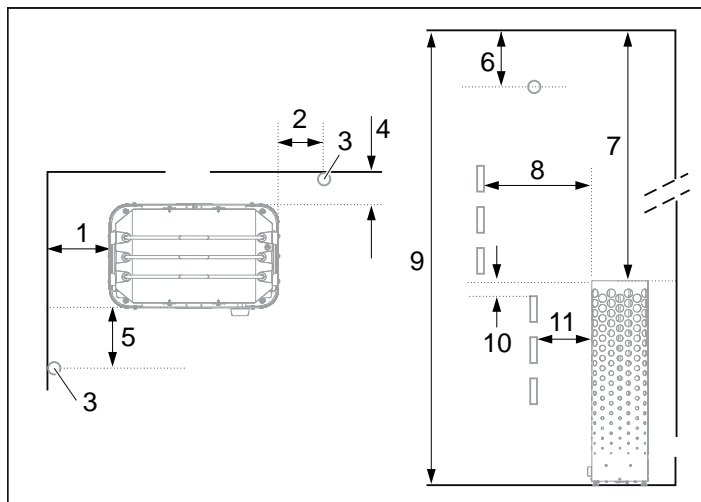
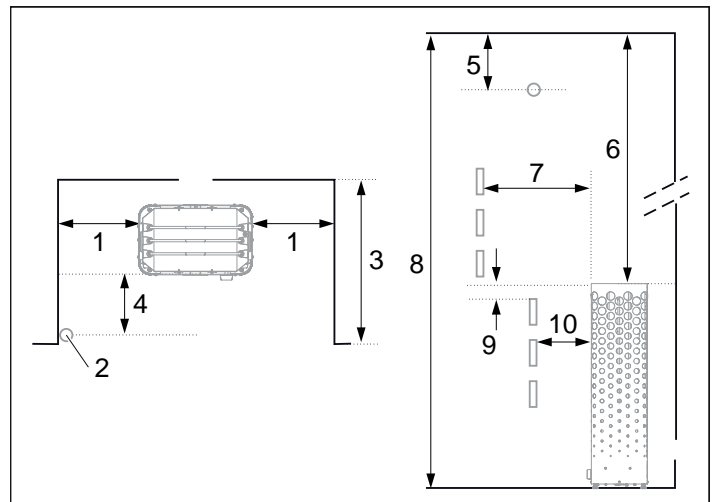

Abb. 3: Position des Saunaofens – Normalmontage
Abb. 5: Position des Saunaofens – Nischenmontage
- Planen Sie die Position des Sensors, siehe Abb. 3, Seite 14 sowie Abb. 5, Seite 14.
- An derselben Wand wie die Tür (nur ausnahmsweise an der Seitenwand, dann aber möglichst nahe an der Türwand); der Ofen kann auch in einer Nische platziert werden, siehe Abb. 5.
- Mit sicherem Abstand zu Boden, Seitenwänden und Einrichtung, siehe Abb. 3.
Platzieren Sie den Sensor gemäß der Abbildung, siehe Abb. 3.
1. Platzieren Sie den Saunaofen in sicherem Abstand zu Boden, Seitenwand und Einrichtung, siehe Abb. 5.
2. Platzieren Sie den Sensor gemäß der Abbildung, siehe Abb. 5.